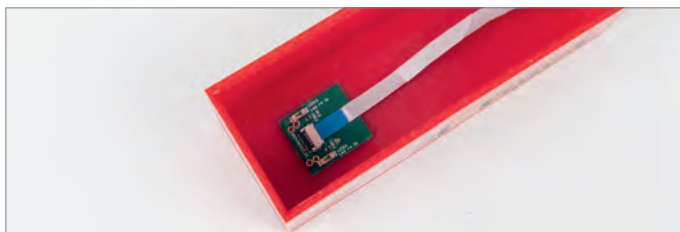

Abb. 37: Ultraschallkapsel fixieren
- ▶ Öffnen Sie die Klemmung der Flachbandbuchsenleiste mit einer Pinzette, indem Sie die schwarze Klemmleiste um 90° aufstellen. Stecken Sie das Flexbandkabel in den Steckverbinder und fixieren Sie es mit der Lasche (Siehe Abbildung 37). Achten Sie darauf, dass die farbige Fläche zu Ihnen zeigt und die Kontaktfläche zur Platine. Danach legen Sie die schwarze Klemmleiste wieder zurück.